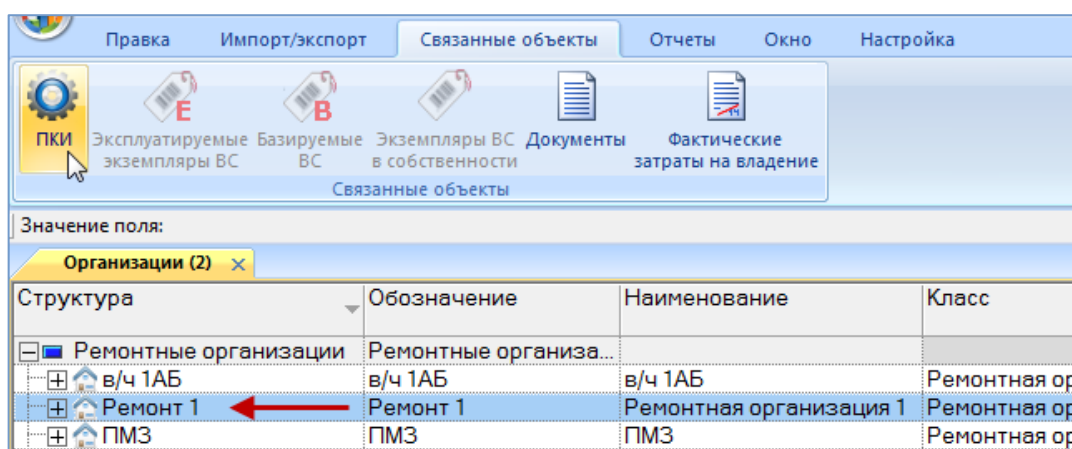

Рис. 13-170 – Выбрать организацию
2) Нажать кнопку «ПКИ» панели «Связанные объекты» (рис. 13-170).